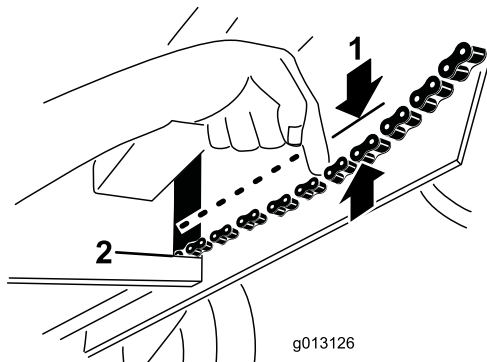

Figura 32
- Tire hacia abajo de la cadena, cerca del hueco del bastidor, con 4.5 kg (10 libras) de fuerza (Figura 32). Si la cadena se desvíe más de 6 mm (1/4 pulgada), apriétela como se indica a continuación: